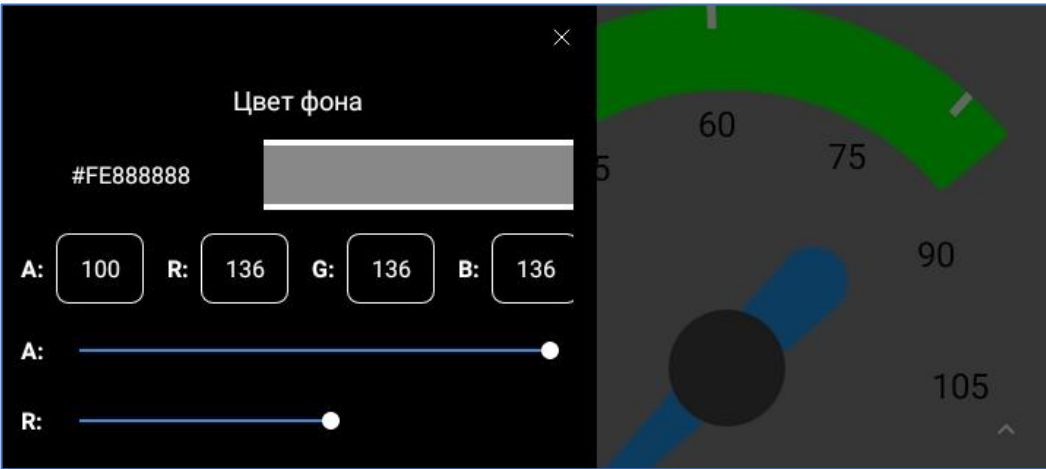

рис. 4.19. Настройка цвета фона
- **Цвет фона** – настройка позволяет поменять цвет фона дашборда (рис. 4.19).